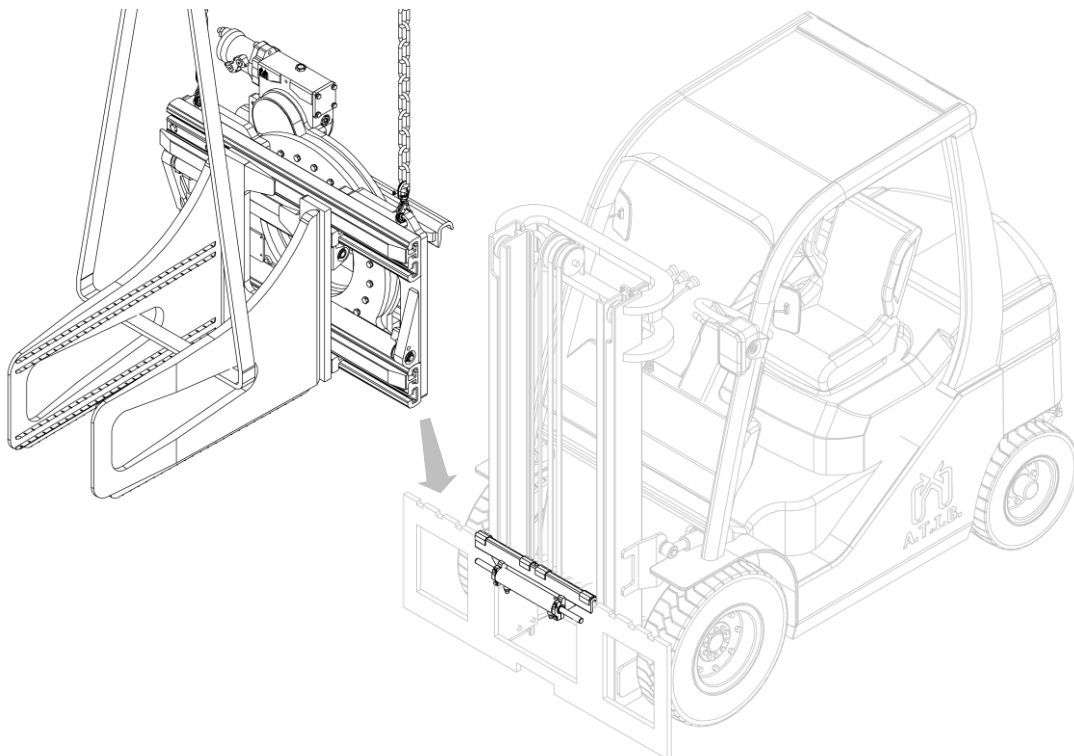

Figure 8
7. À l'aide d'un pont roulant ou d'un palan de capacité suffisante, positionner l'équipement sur le double crochet, en prenant soin de le positionner correctement (voir Figure 8).